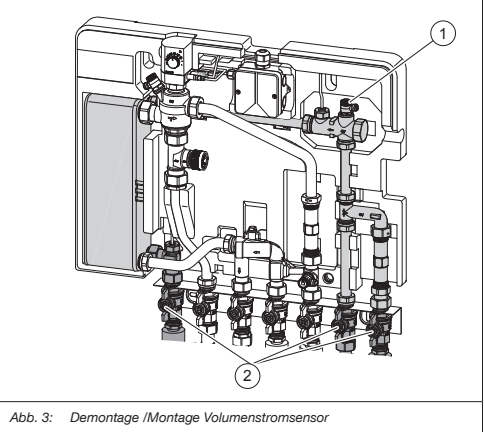

Abb. 3: Demontage /Montage Volumenstromsensor
Öffnen Sie das Entlüftungsventil (siehe Abb. 3 (1)) am Volumenstromsensor, um die Leitung drucklos zu machen.